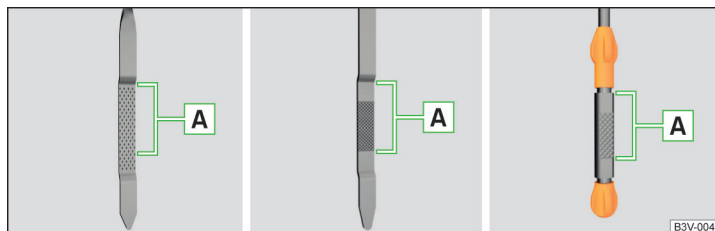

Abb. 148 Ölmesstabvarianten
Der Ölstand muss im Bereich **A** liegen » Abb. 148. Liegt der Ölstand unterhalb des Bereichs **A**, das Öl nachfüllen.
- Der Ölstand darf keinesfalls außerhalb des Bereichs **A** liegen » Abb. 148 - es besteht die Gefahr der Beschädigung des Motors sowie der Abgasanlage.